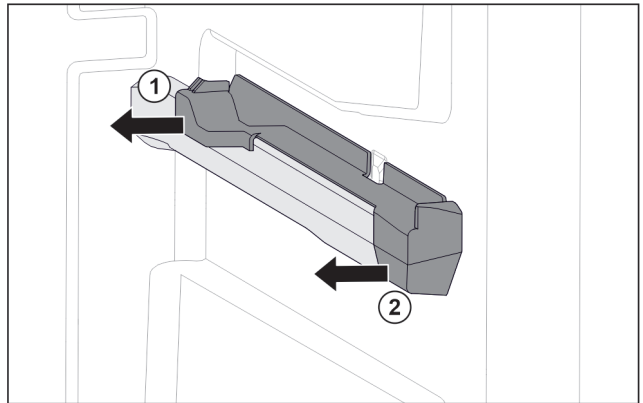

Fig. 17 Вставна частина на правому ребрі для резервуару
- ▶ Відсунути вставну частину назад вбік. Fig. 17 (1)
- ▶ Відсунути вставну частину вперед вбік. Fig. 17 (2)